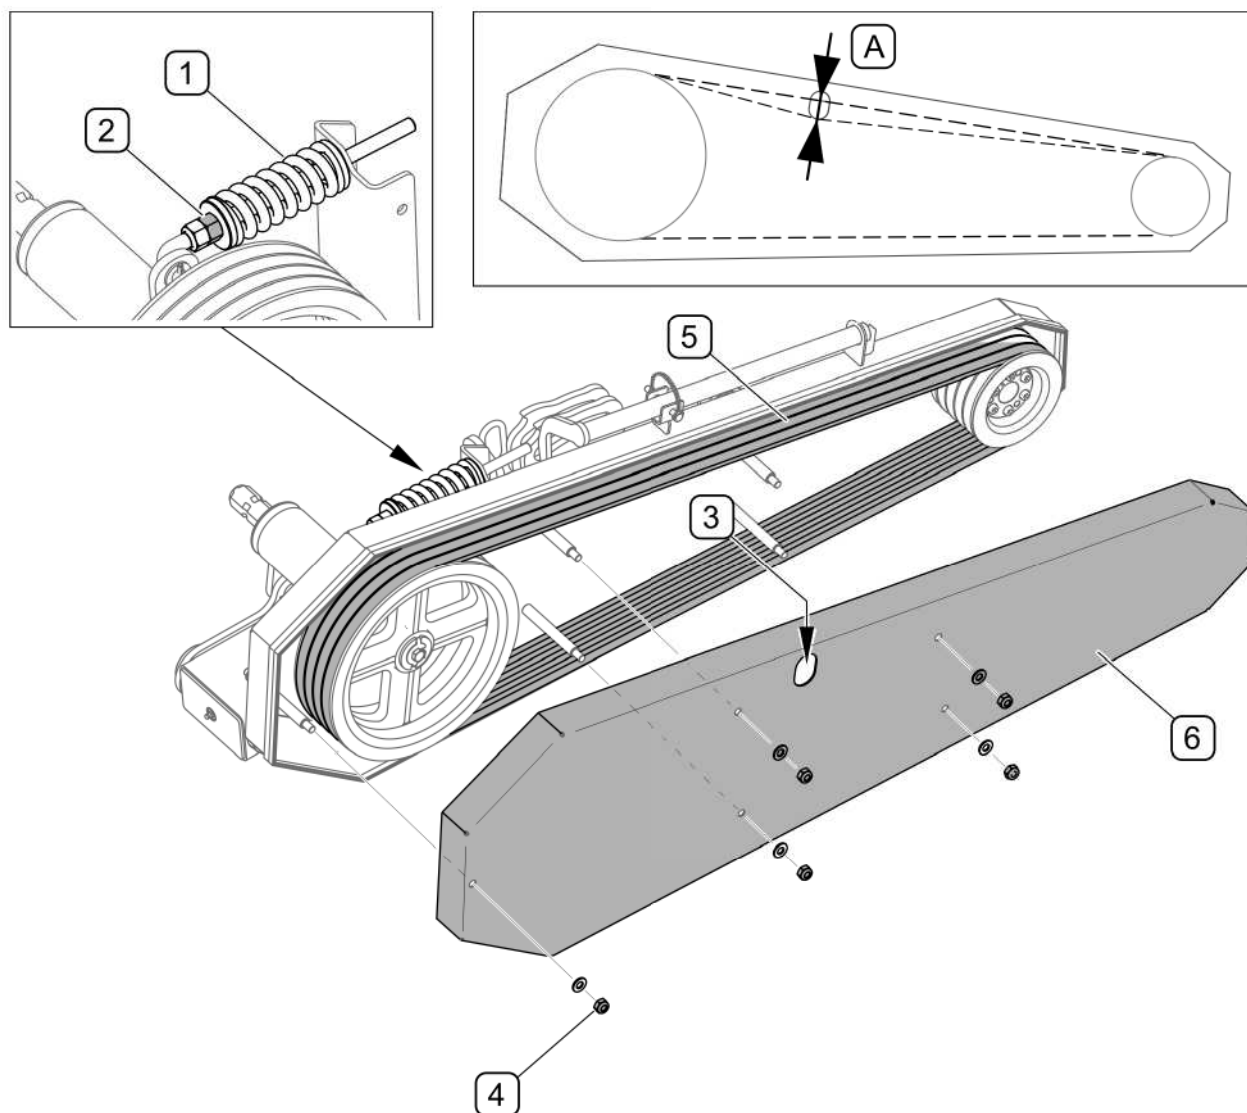

РИСУНОК 5.5 Контроль и регулирование натяжения клиновых ремней
Обслуживание системы передачи привода сводится к периодическому контролю, регулированию и замене клиновых ремней. Контроль клиновых ремней (РИСУНОК 5.5) состоит в проверке натяжения ремней через контрольное отверстие (3). Прогиб (А) клинового ремня, измеряемый в контрольном отверстии (3) в корпусе, не должен превышать 30 мм. Натяжение проверяется отдельно для каждого ремня. Если длина ремней незначительно отличается, то нужно отрегулировать натяжение по более короткому ремню. Натяжение ремня можно регулировать при помощи гайки (2) на пружине натяжителя.
В случае повреждения одного ремня рекомендуется заменять весь комплект ремней. Для того, чтобы заменить клиновые ремни, нужно ослабить пружинный натяжитель (1), отвинтить гайки (4) и снять кожух (6). Завершив замену ремней, следует установить кожух (6) и отрегулировать их натяжение (РИСУНОК 5.5).